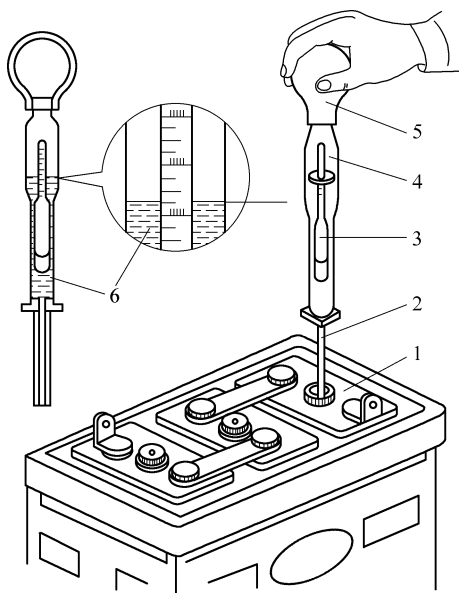

图 4-12 用密度计检查电解液
4) 电解液密度检查。电解液的密度可用吸式密度计测量，如图 4-12 所示。检查时，先将吸式密度计插入电解液，将电解液吸入玻璃管中，使密度计芯浮起，电解液液面所在的刻度即为电解液密度值。经验表明，电解液密度每下降 0.01g/ml，相当于蓄电池放电 6%。电解液的密度在充足电的情况下，夏季为 1.24 ~ 1.27g/ml，冬季为 1.27 ~ 1.30g/ml。当密度为 1.11g/ml 时，说明蓄电池放完电，应及时充电。